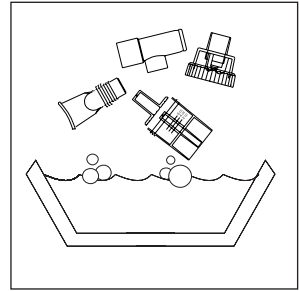

Figure 8
1. Laisser tremper les pièces pendant 30 minutes dans une solution de trois parts d'eau chaude et une part de vinaigre blanc, dans un récipient ou bol propre (**Figure 8**) Ou utiliser un désinfectant bactérien germicide médical, disponible chez le fournisseur. Suivre à la lettre les instructions du fabricant.